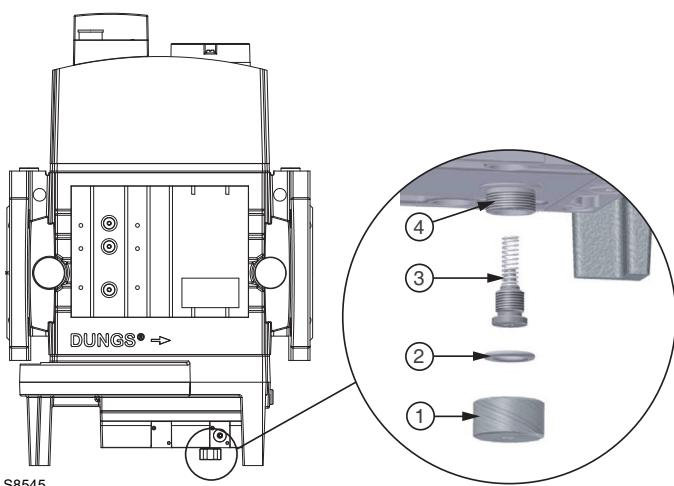

Fig. 10
Si des pressions en sortie différentes sont nécessaires, il faut commander le ressort adapté parmi ceux prévus dans les accessoires et procéder au remplacement comme indiqué sur la Fig. 10.
- Dévisser avec attention le bouchon de protection 1)(Fig. 10) et vérifier que le joint 2) soit en parfait état dans son logement;
### Légende (Fig. 10)